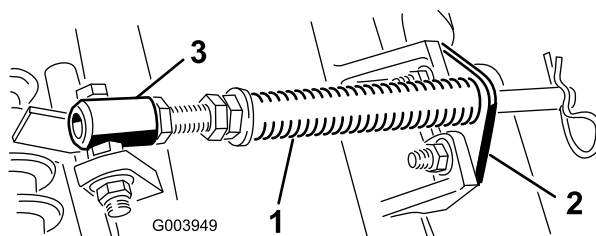

Figura 10
- A. Retire os dois parafusos de carroçaria e porcas que prendem o suporte da barra aos separadores da unidade de corte (Figura 10).
- B. Retire a porca flangeada que prende o parafuso com cabeça do tubo de mola ao separador da estrutura de suporte (Figura 10).